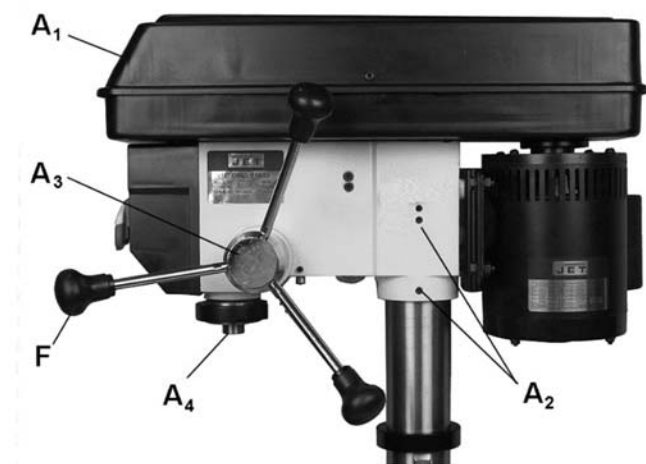

Рис. 7
1. Воспользовавшись помощью, осторожно наденьте *сверлильную бабку* на колонну (Рис. 7).
3. Плотнo затяните два *установочных винта* (A₂, Рис. 7) с помощью 5 мм гаечного ключа.
См. Рис. 7 и 8:
Установите оставшуюся *рукоятку* (F, Рис. 7) на регулятор частоты вращения с противоположной стороны сверлильной бабки.
1. Отрегулируйте положение стола так, чтобы он располагался примерно на 180 мм ниже шпинделя (A₄, Рис. 7) и зафиксируйте его.